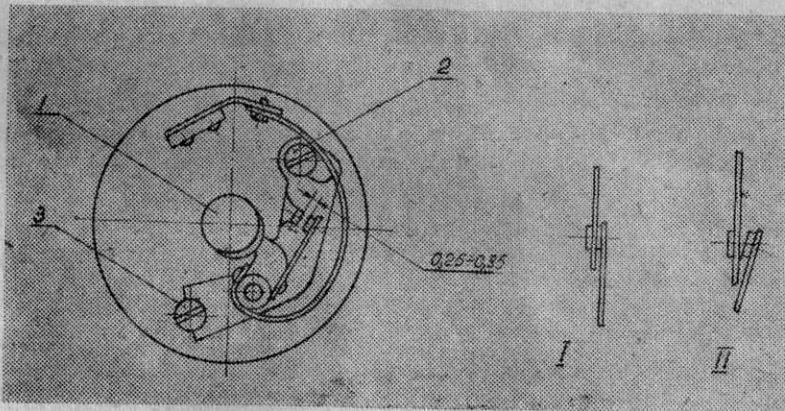

Рис. 3. Прерыватель магнето и способ зачистки контактов прерывателя напильником. I — правильно, II — неправильно.
- проводя вспомогательный вал двигателя с помощью пусковой рукоятки, поставить кулачок прерывателя (1) (см. рис. 3) так, чтобы между контактами образовался наибольший зазор;